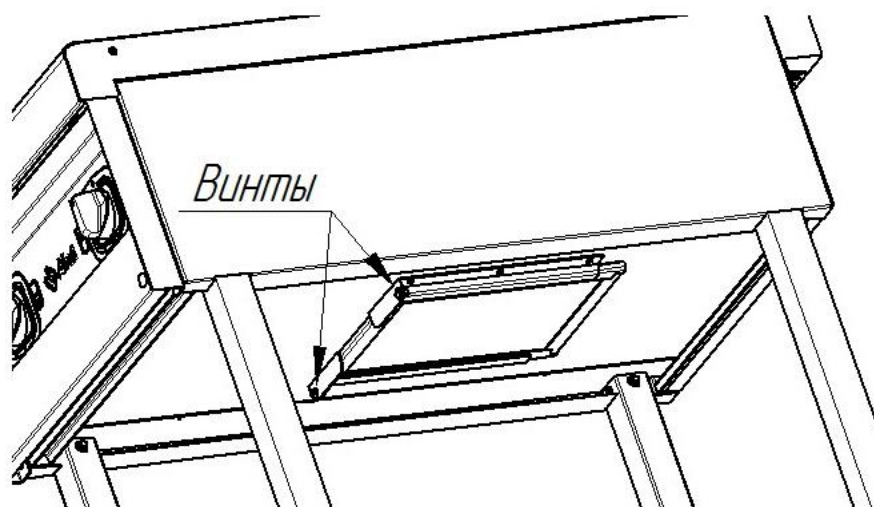

Рис. 3
- отвернуть 2 винта, крепящих фильтр к днищу и вынуть его из направляющих за ручки (рис. 3);